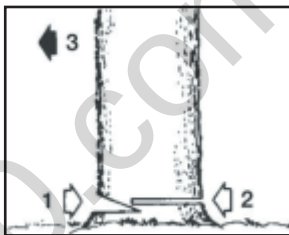

Рис. 16
- Определите направление падения дерева (3) Рис. 16 с учетом ветра, расположение больших веток, удобство работы после повала дерева и другие факторы.
- Выполните надрез вглубь дерева на одну треть со стороны завал а (1).